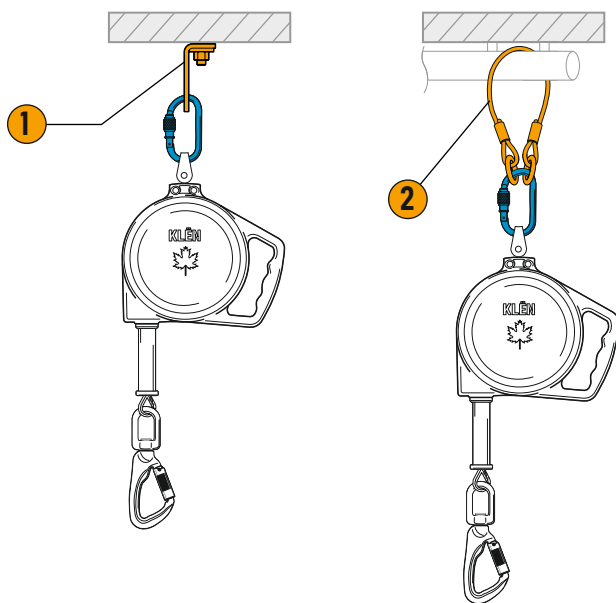

Рис. 12
3. Соединить овальный карабин с анкерной точкой (1) или анкерной петлей (2) (рис. 12).